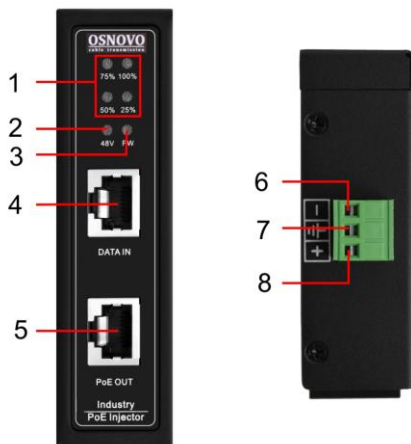

Рис.2 Разъемы и индикаторы инжекторов Midspan-1/303X(Booster),
- Для обеспечения функционирования встроенной грозозащиты необходимо надежно заземлить корпус инжектора (7) Рис.2.